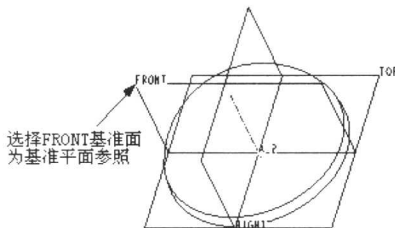

图 1-29 选择基准平面参照
36. 选择如图 1-29 所示 FRONT 基准面为基准平面参照。